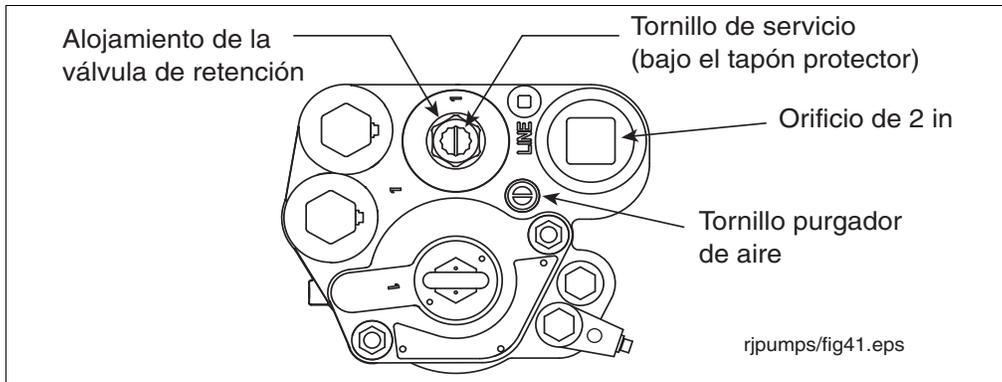

Figura 38. Ubicación del tornillo purgador de aire
2. Quite y guarde el tapón protector de la parte superior del alojamiento de la válvula de retención y gire el tornillo de servicio en el sentido de las agujas del reloj (véase la Figura 38). Conforme el tornillo se acerca a su posición más baja, oirá cómo se despresuriza el sistema. Siga girando el tornillo hasta su tope. Cuando el tornillo esté totalmente bajado, aflójelo 4 vueltas para elevar la válvula de retención y que el combustible salga de las cavidades hidráulicas del distribuidor.
5. Localice el tornillo purgador de aire de la parte superior del distribuidor (véase la Figura 38).